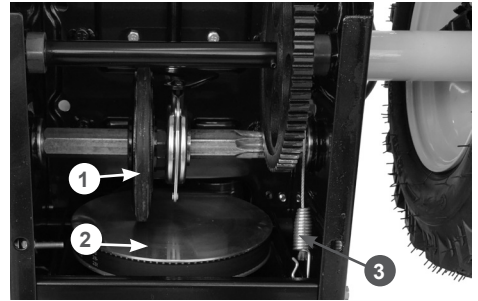

Рис. 11 Регулировка троса включения хода
- нажмите рычаг включения хода. При полностью нажатом рычаге включения хода пружина 1 должна быть растянута на 0,5 - 1 см (Рис. 11).
- отпустите рычаг включения хода. Между резиновым фрикционным колесом 1 и ведущим диском 2 должен быть зазор не менее 1 мм (Рис. 11);